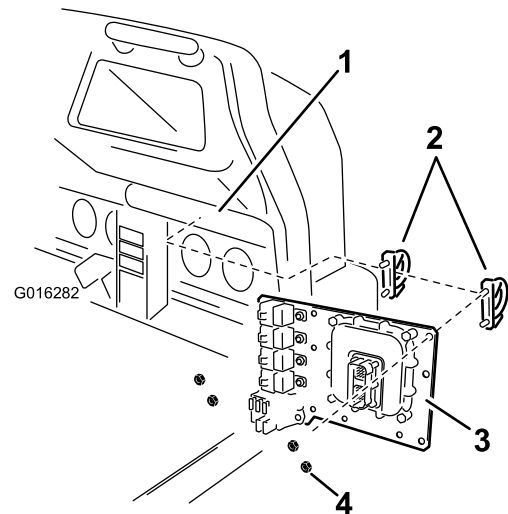

図 15
- B. ワークマン 200 液剤散布システムでは、マウントプレートを取りつける；Uボルト 2 本とナット（5/16 インチ）（2個）を使って（）のように取り付ける。図 15